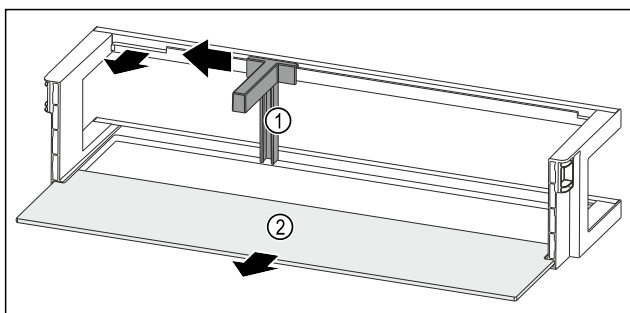

Fig. 270 Rafti i derës me mbajtëse për shishe dhe raft mbajtës
- Shtyni mbajtësen e shisheve Fig. 270 (1) anash deri te foleja.
- Hiqni mbajtësen e shisheve Fig. 270 (1).
- Hiqni raftin mbajtës Fig. 270 (2).